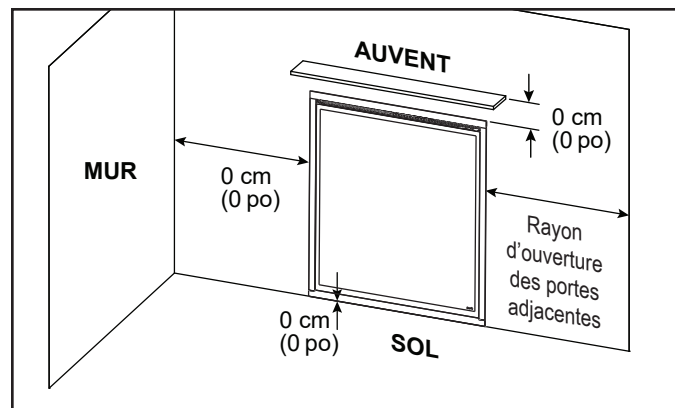

Figure 3.1 Exigences relatives à l'emplacement et au dégagement
- Voir les figures 3.1, 3.2 et 3.3 pour déterminer l'emplacement d'installation de l'appareil.
Voir les figures 3.1, 3.2 et 3.3 pour des schémas illustrés des dégagements minimaux requis.